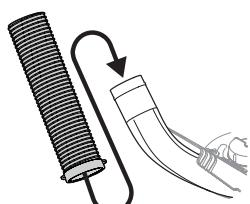

Figure 28
- Soulevez par les poignées situées dans la partie inférieure du tuyau d'arrosage. Faites glisser le tuyau d'arrosage sur l'assemblage de la botte sur le plateau de coupe, comme illustré à la Figure 28.